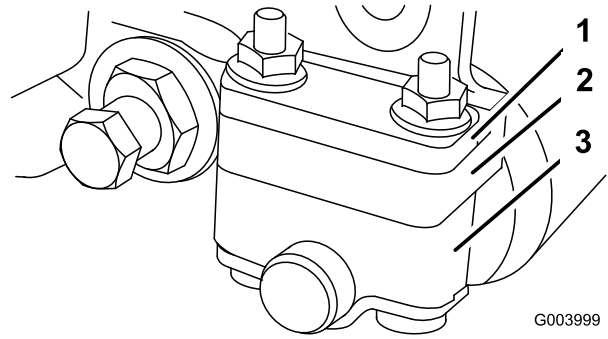
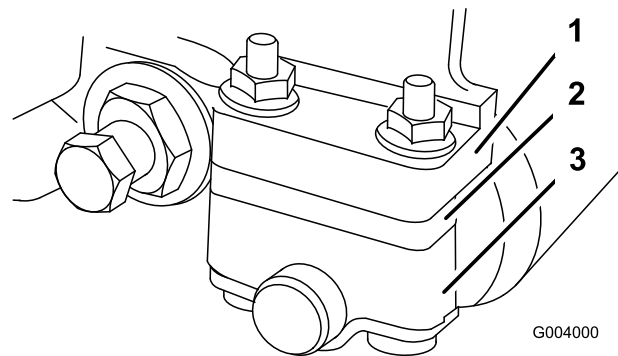

Bild 47
Bild 48
1. Stellen Sie die hinteren Rollenhalterungen (Bild 47 und Bild 48) auf die obere oder untere Position ein, abhängig von dem gewünschten Schnitthöhenbereich.
- Positionieren Sie das Distanzstück unter den Montageflansch der Seitenplatte, wenn der Schnitthöhenbereich zwischen 3,2 mm und 25,4 mm liegen soll (Bild 48).